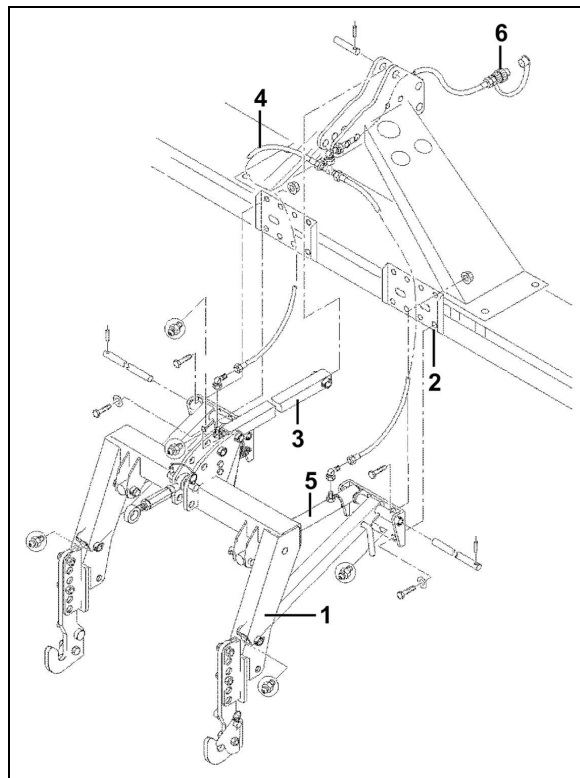

Fig. 63
2. Hubrahmen (Fig. 63/1) in einen Kran einhängen
3. Hubrahmen an den Platten (Fig. 63/2) der Bodenbearbeitungsmaschine mit jeweils 5 Skt.-Schrauben anschrauben.
4. Den Oberlenker (Fig. 63/3) am oberen Dreipunkt der Bodenbearbeitungsmaschine mit einem Bolzen befestigen und mit einem Spannstift sichern.
5. Den vormontierten Hydraulikschlauch (Fig. 63/4) an beiden Hydraulikzylindern (Fig. 63/5) anschließen und an der Bodenbearbeitungsmaschine mit Kabelbindern befestigen.
6. Kupplungsstecker (Fig. 63/6) am Traktor an ein einfach wirkendes Steuerventil anschließen.